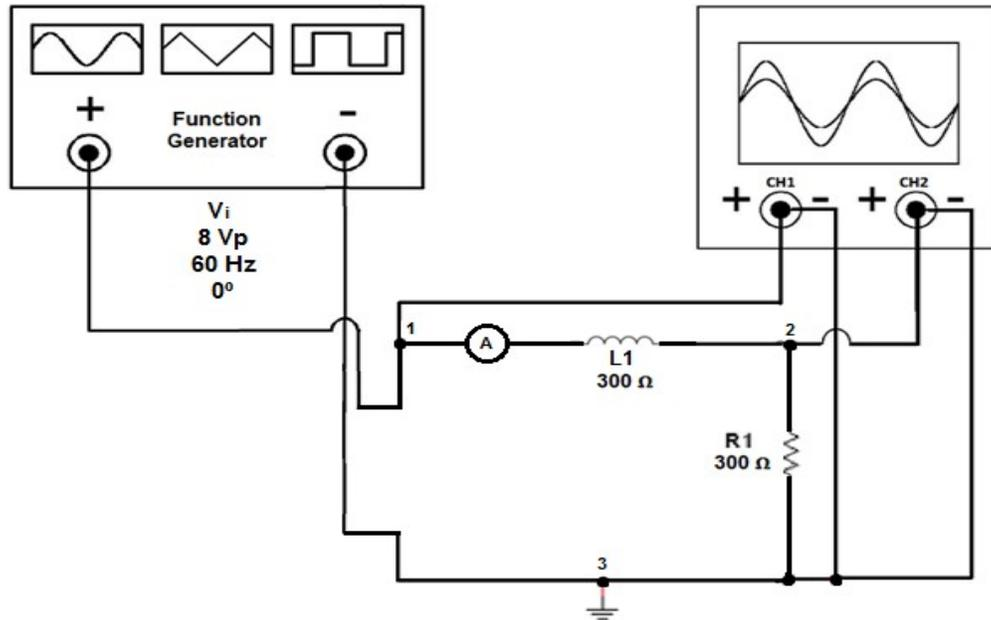

Figura 7.2
- 7.1.13. Arme el circuito mostrado en la figura 7.2.
- 7.1.15. Auxíliase del canal 1, como se indica en la figura 7.2 y suministre con el generador de funciones una onda senoidal con un voltaje pico de 8 V y frecuencia de 60 Hz.
- 7.1.17. Coloque el canal 2 del osciloscopio en el nodo 2 como se muestra en la figura 7.2.
7.1.25. Sin desarmar el circuito de la figura 7.2, regrese los valores de la resistencia y la reactancia inductiva a 300Ω respectivamente, varíe la frecuencia con los valores mostrados en la tabla 7.3 y anote los resultados obtenidos.